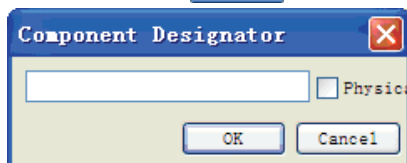

图 6-12 跳转到元件设置对话框
(3) 光标跳转到元件命令【Jump Component】。执行该命令后，弹出跳转到元件设置对话框（见图 6-12），输入相应的元件名字，单击 按钮确认后光标即跳转到设定位置。